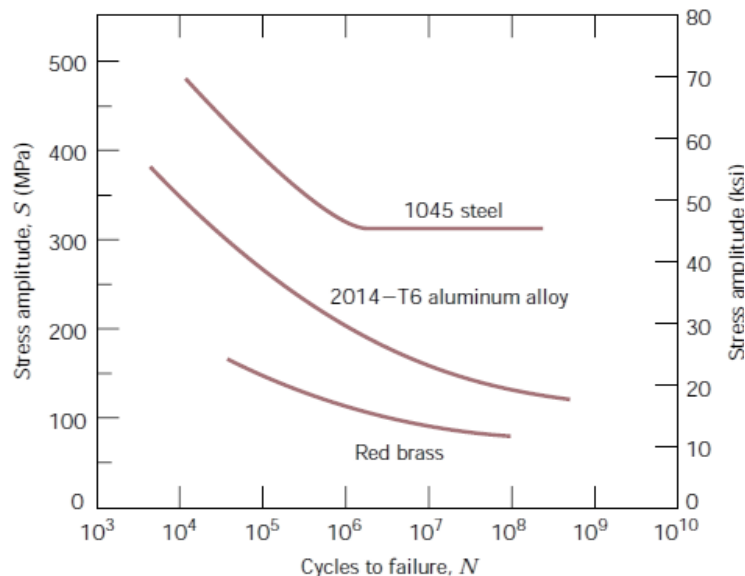

Figura 1: Magnitude da tensão em função do logaritmo do número de ciclos até a falha por fadiga.
- 5- Um bastão cilíndrico com diâmetro de 15,2mm fabricado a partir de uma liga de alumínio 2014-T6 (ver Figura 1) é submetido a um ciclo de aplicação de cargas repetidas de tração e de compressão ao longo do seu eixo. Calcular as cargas máxima e mínima que deverão ser aplicadas para produzir uma vida em fadiga de $1,0 \times 10^8$ ciclos. Considerar que a tensão traçada no eixo vertical do gráfico seja a amplitude da tensão, e que os dados tenham sido coletados para uma tensão média de 35MPa.